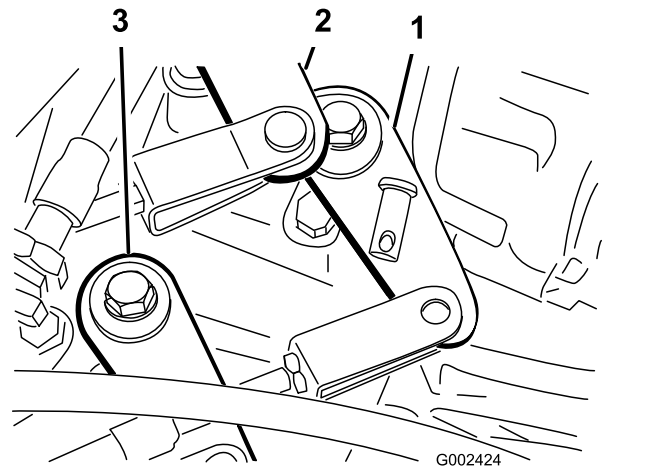

Bild 54
2. Nehmen Sie die Lastösenbolzen ab, mit denen die Schaltzüge an den Getriebebeschalthebeln befestigt sind (**Bild 54**).
1. Nehmen Sie die Lastösenbolzen ab, mit denen das Kabel (schneller/langsamer Gang) am Getriebe befestigt ist (Bild 54).